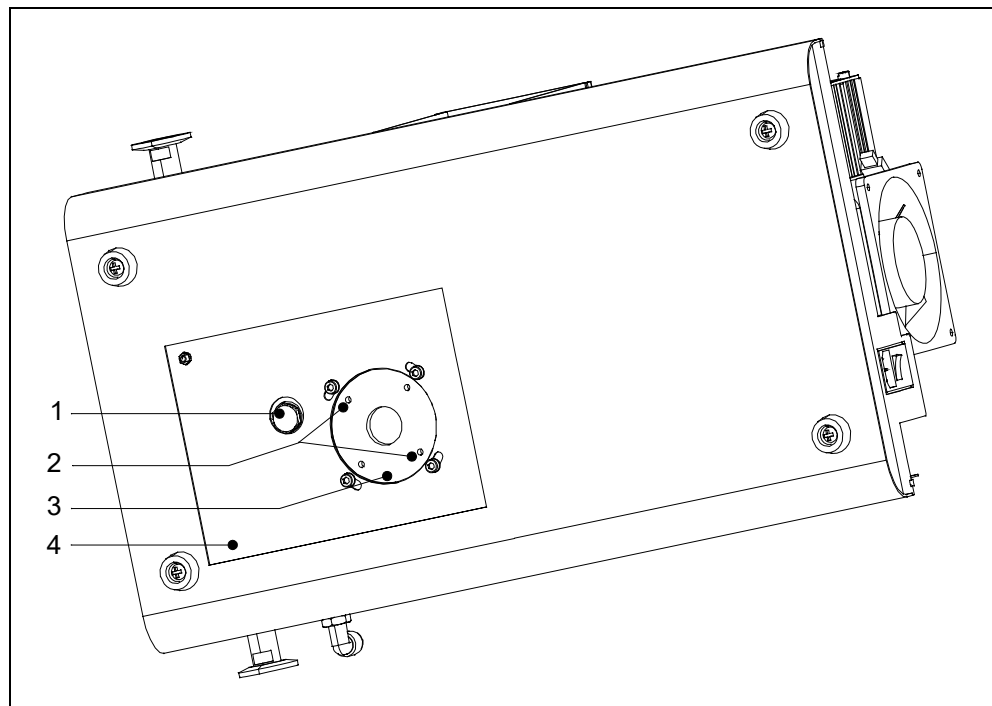

Abb. 7-3 Verschlussdeckel Betriebsmittelspeicher
- 4** Für den Austausch des Betriebsmittelspeicher der Turbomolekularpumpe muss der Verschlussdeckel auf der Unterseite der Turbomolekularpumpe herausgedreht werden. Siehe hierzu Abb. 7-3/3.